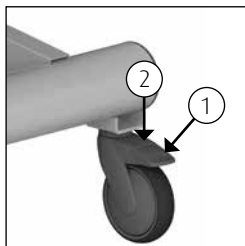

Figure 2 Frein de roue.
- Pour actionner le frein du brancard Marina, abaissez du pied la languette bleue (1) de la roue (Cf. figure 2).
- Pour déverrouiller le frein du brancard Marina, faites remonter la languette bleue en l'enfonçant du pied (2) (Cf. figure 2).